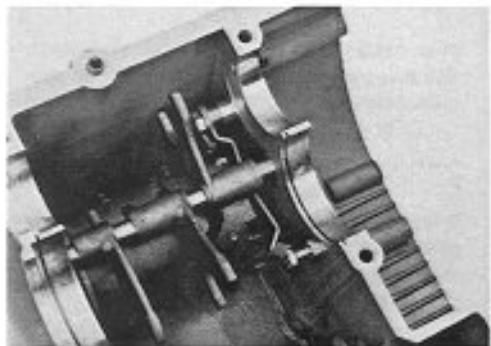

Fig. 160
- Dopo avere aperto il basamento, sfilare gli alberi del cambio, completi di cuscinetti, dal semicarter inferiore (Fig. 160).
- Having separated the crankcase halves, withdraw the gearbox shafts, complete with bearings, from the lower one (Fig. 160).